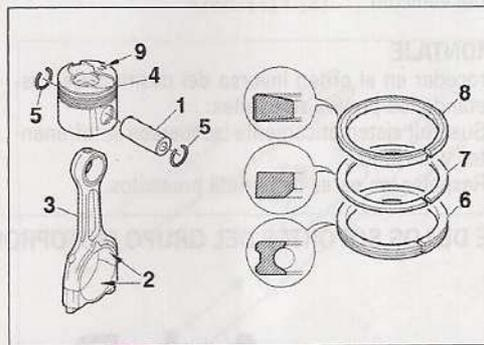

FIG. 100
aceitando los ejes (1) y los semicojinetes (2) en la cabeza de biela (3). Utilizar los anillos de freno nuevos (5) (Fig.100).
- Montar los segmentos aceitados sobre los pistones comenzando por el segmento rascador (6) y de estanqueidad (7) y finalmente el segmento de fuego (8) colocando las marcas “TOP” hacia la cabeza del pistón. Separar los cortes de segmentos a 120°, decalándolos con relación al eje de pistón y al corte del segmento rascador (Fig.100)